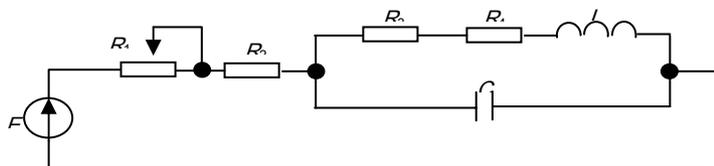

Рис. 4.1
- установить сопротивление $R_1 + R_2 = 9 \text{ кОм}$; собрать схему, показанную на рис. 4.1;